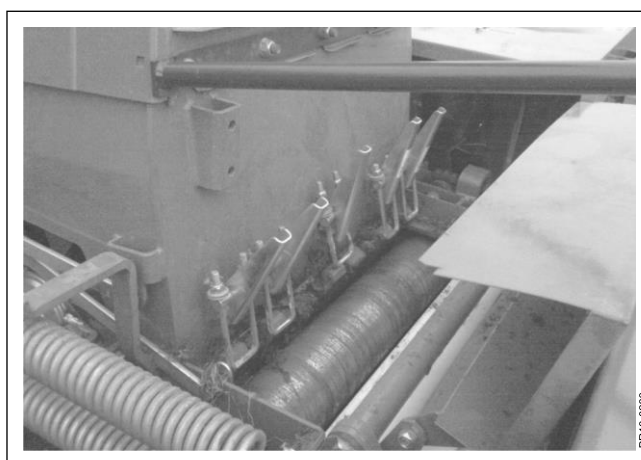

Fig. 4-6
- Fig. 4-6** 3) Öppna låsbeslagen längst fram på rotorhuset.